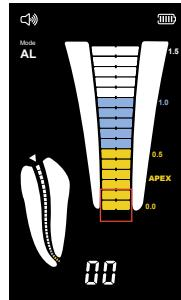

Bild 9
c) Nach dem Einschalten, wenn der Anzeigebalken innerhalb von ± 1 Balken von der Skala 0,0 abweicht, funktioniert das Gerät normal [Abbildung 9]. Wenn der Anzeigebalken außerhalb des Bereichs liegt, kann das Gerät nicht genau messen. Wenden Sie sich in diesem Fall bitte an einen autorisierten Händler oder den Hersteller, um Hilfe zu erhalten.